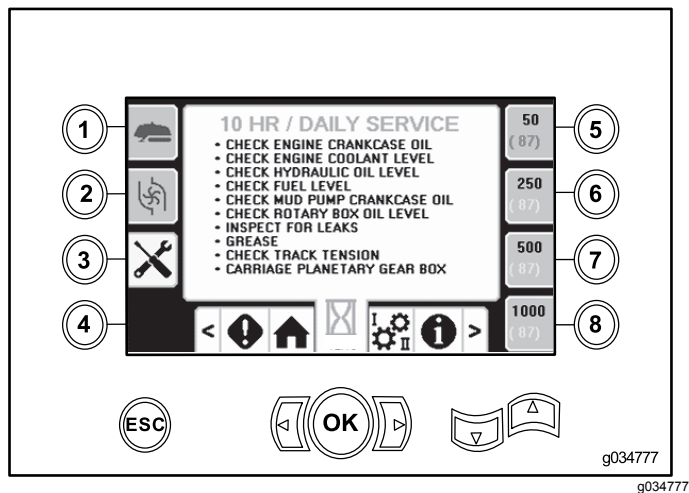

Figure 50
- Bouton 3 – à 10 heures/journalier (Figure 50)